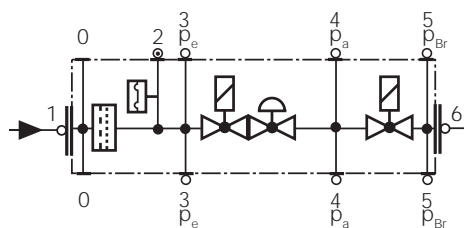

Рис. 36
- Заменяйте фильтр, если разница давления между точками 1 и 3 (Рис. 36)  $\Delta p > 10$  мбар.